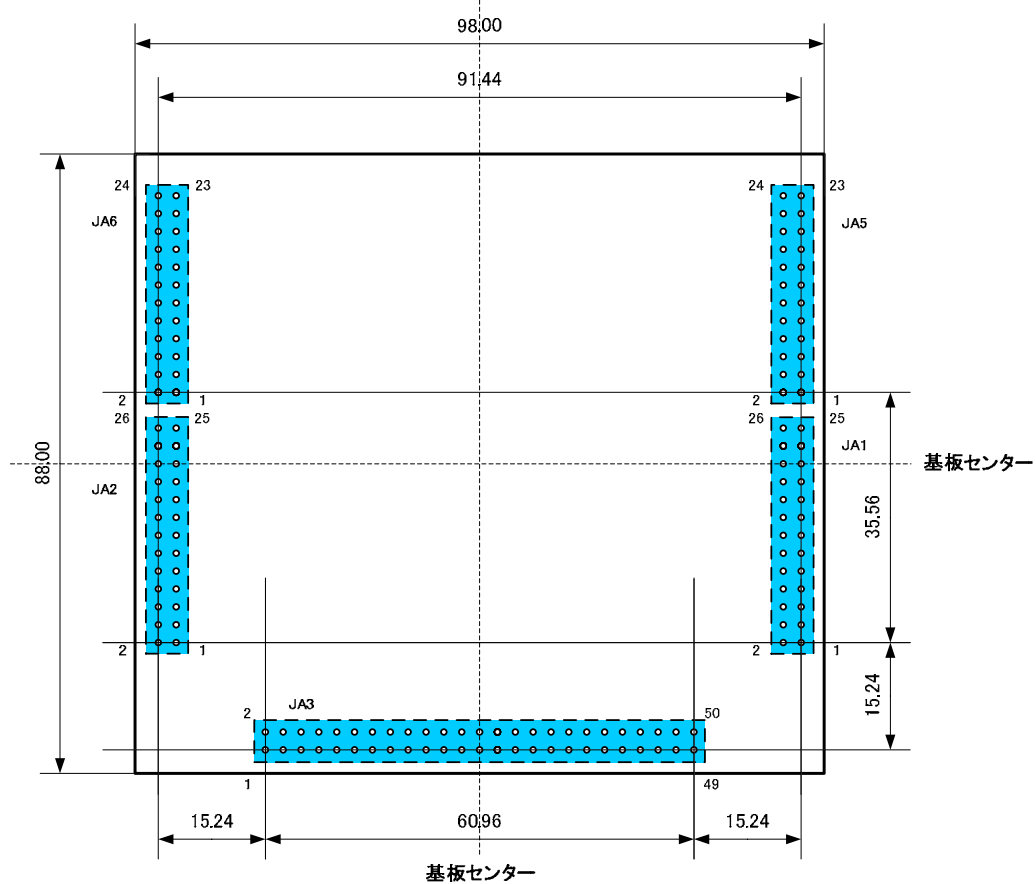

図 8.2.1 JA1、JA2、JA3、JA5、JA6、および基板の寸法図(上から見た図)
- ターゲットボードのコネクタは、本ボードのコネクタ位置(図 8.2.1 参照)と同様にメスコネクタ配置してください。